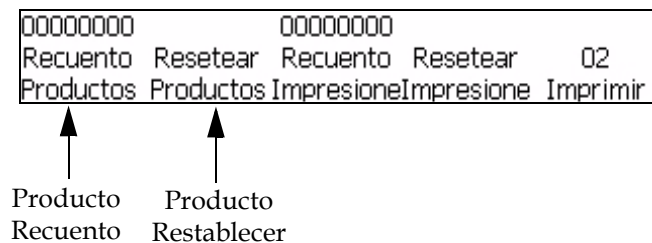

Figura 4-13: Marco <02 Imprimir>
- 1 Desplácese hasta el marco <02 Imprimir> (01 Edición > 02 Edición > 03 Edición > 04 Edición - Imprimir Ajuste > 01 Imprimir > 02 Imprimir). Consulte la Figura 4-13.